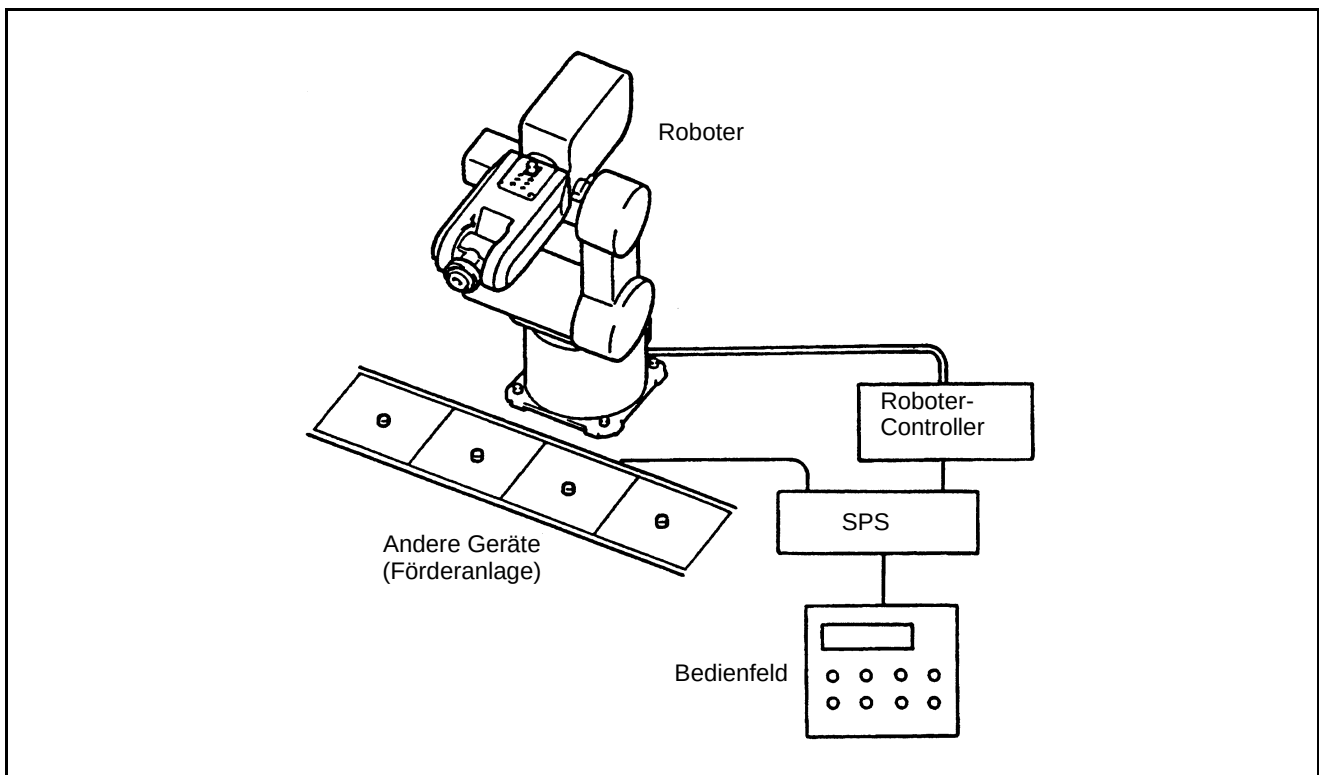

Abbildung 5-18 Beispiel von Geräten, die mit dem Roboter arbeiten
Geräte, über deren über die SPS an den Roboter-Controller angeschlossenen Bedienfelder der Roboter bestimmte Operationen ausführen kann (siehe Abbildung 5-18) und die über die entsprechenden Anzeigen, Lampen und Schalter verfügen (siehe Tabelle 5-9).
(2) Überblick über die Prozedur
Nachfolgend finden Sie einen Überblick über die Prozedur zur Verwendung der Geräte, die als Beispiel in Abbildung 5-18 dargestellt sind. Gehen Sie anhand der Schritte ① bis ③ vor.
① Bedienungsvorbereitung Start